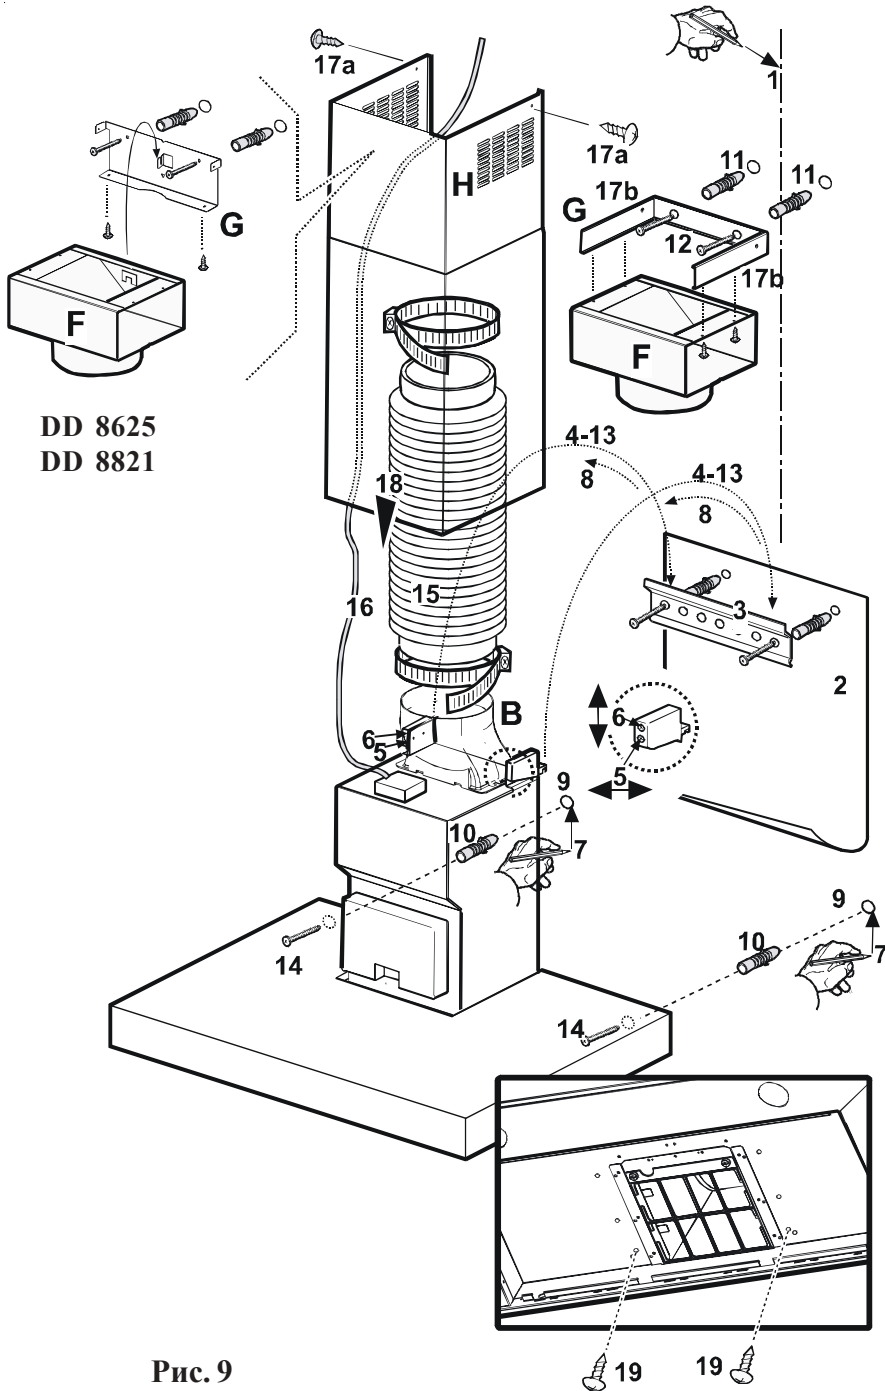

Рис. 9
- Наметьте на стене ось симметрии (1) и приложите монтажный шаблон так, чтобы ось симметрии шаблона совпала с осью на стене (2). См. рис. 9 - здесь и далее.
- Закрепите держатели кухонного вентилятора с помощью дюбелей и винтов (3). Повесьте вентилятор (4) и выровняйте его с помощью крестовочных винтов (5-6).
- Отметьте окончательное место крепления карандашом с внутренней стороны корпуса двигателя (7).
- Снимите вентилятор со стены (8), просверлите два отверстия (9) и вставьте в них два дюбеля (10).
- Используйте крепежное устройство в качестве шаблона (G) и просверлите два отверстия для того, чтобы установить крепежное устройство под самым потолком (11).